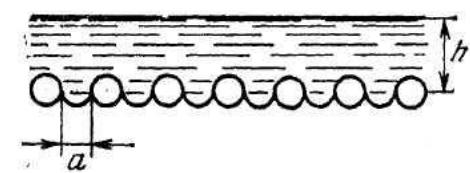

Рис. 11
5. Брезентовую ткань можно представить себе как решето с очень мелкими ячейками. Сквозь такое решето капли воды не протекают (см. «Вода в решете»), так как их удерживает сила поверхностного натяжения (рис.11). Эти капли будут срываться, если толщина h слоя воды такова, что $\rho gh > \frac{2\sigma}{(\frac{a}{2})}$, т.е. $h > \frac{4\sigma}{\rho ga}$.